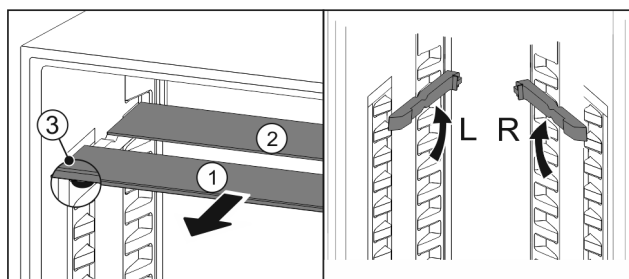

Fig. 112
- ▶ Dra ut Fig. 112 (1) glashyllorna framåt en i taget.
- ▷ Glashyllan Fig. 112 (1) med dekorlisten ligger längst fram.
- ▷ Stoppklackarna Fig. 112 (3) är vända nedåt.